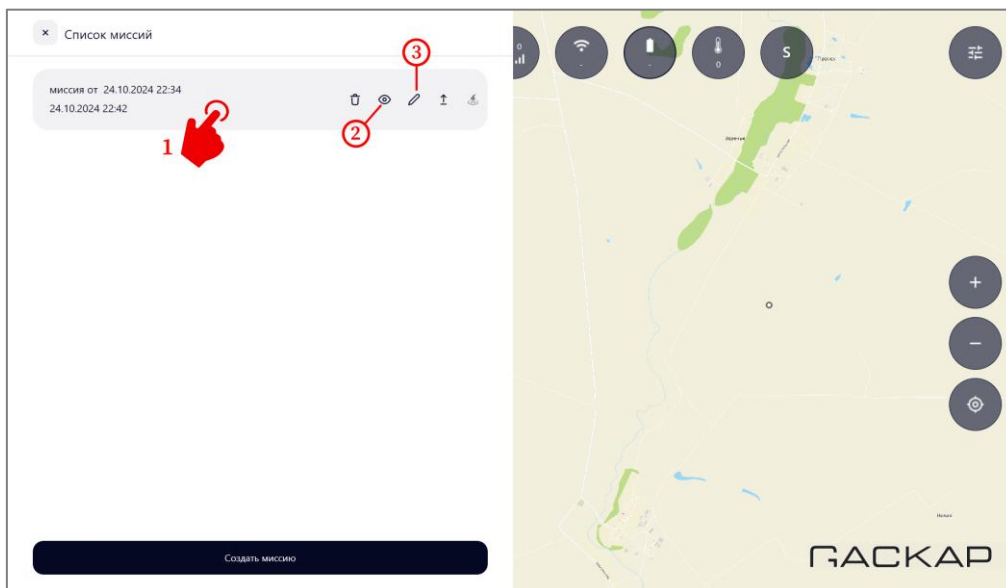

Рисунок 64 – Созданная миссия
4.3.5.2 По нажатию на миссию (рисунок 64, шаг 1) выполняется переход к ее местоположению на карте.
4.3.5.3 Предусмотрена возможность выключить отображение миссии на карте, нажав на пиктограмму  (рисунок 64, шаг 2).
- на форме требуемой миссии нажать на пиктограмму  (рисунок 64, шаг 3);